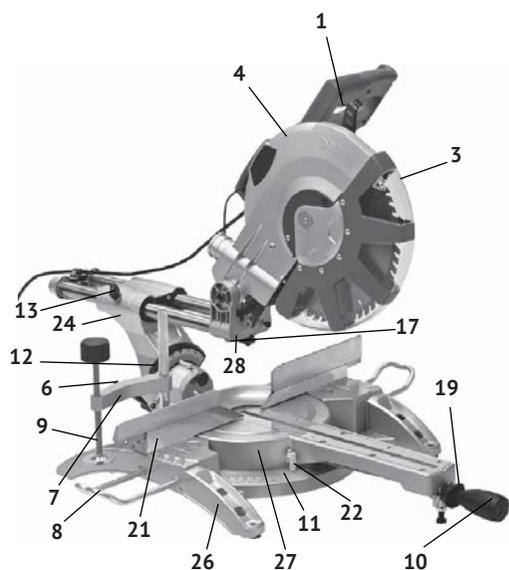

рис.1
1.1.2 Основным несущим узлом режущего блока пилы является металлический редуктор, выполненный заодно с верхним защитным кожухом диска (рис.1 поз.4). К редуктору крепится пластиковый корпус двигателя (рис.2 поз.23), с закреплённой на нём рукояткой. Вертикальное перемещение режущего блока для реза обеспечивает суппорт вертикального перемещения (рис.2 поз.25). Возвратная пружина на оси суппорта, возвращает режущий блок в исходное положение. Горизонтальное движение по направляющим (рис.2 поз.28) и отклонение (вправо/влево) от вертикальной оси обеспечивает суппорт наклона и горизонтального перемещения (рис.1 поз.24).
1.1.3 Рабочий стол (рис.1 поз.27), вместе с режущим блоком, имеет возможность смещения (вправо/влево) относительно основания (рис.1 поз.26) и параллельного упора (рис.1 поз.21), в который упирается обрабатываемая заготовка. Таким образом обеспечивается косой (от 0 до 45°) рез материала (брус, доска, планка и т.п.).
1.1.4 На суппорте вертикального перемещения режущего блока расположен блок лазерного указателя (рис.1 поз.17) линии реза. Кнопка включения лазера (рис.2 поз.18) расположена на рукоятке.
Для замены щёток необходимо открутить крышки щёткодержателей (рис.1 поз.2) на корпусе двигателя (рис.1 поз.23). Щётки следует заменять парой для обеспечения равной степени их давления на коллектор якоря;
- включение/выключение пилы осуществляется нажатием на клавишу выключателя (рис.1 поз.1).
- во время работы для эффективного отвода пыли из зоны пиления подключите пылесос или установите штатный пылесборник (рис.1 поз.5), входящий в комплект поставки;
- для прямого распила заготовки установите углы наклона режущего блока и поворота пильного стола в положение 0 и затяните фиксатор продольного движения режущего блока. Прижмите заготовку к параллельному упору (рис.1 поз.21) пильного стола. Затем, включив пилу, дождитесь, пока диск наберёт максимальные обороты, и плавно опуская режущий блок, разрежьте заготовку за один распил;
- основание (рис.1 поз.26) пилы может быть закреплено четырьмя болтами на ровной и устойчивой поверхности. С этой целью основание пилы имеет четыре отверстия. Это обеспечит безопасность и предотвратит возможность травматизма;
- для установки угла поворота ослабьте фиксирующую рукоятку (рис.1 поз.10), и, надавливая на рычаг-фиксатор (рис.1 поз.19), установите необходимый угол распила. Затем надёжно затяните фиксирующую рукоятку.